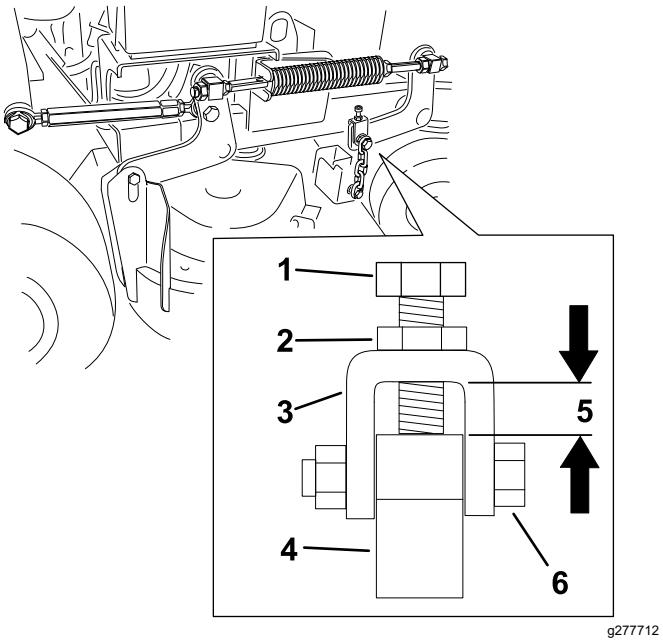

Figura 79
Nota: Esta distancia debe ser de 11 mm, según se muestra en Figura 79.
- Si es necesario ajustarlo, afloje el perno superior de la cadena (Figura 79).
- Afloje la contratuerca y ajuste el perno de ajuste para obtener la distancia correcta, según se muestra en Figura 79.